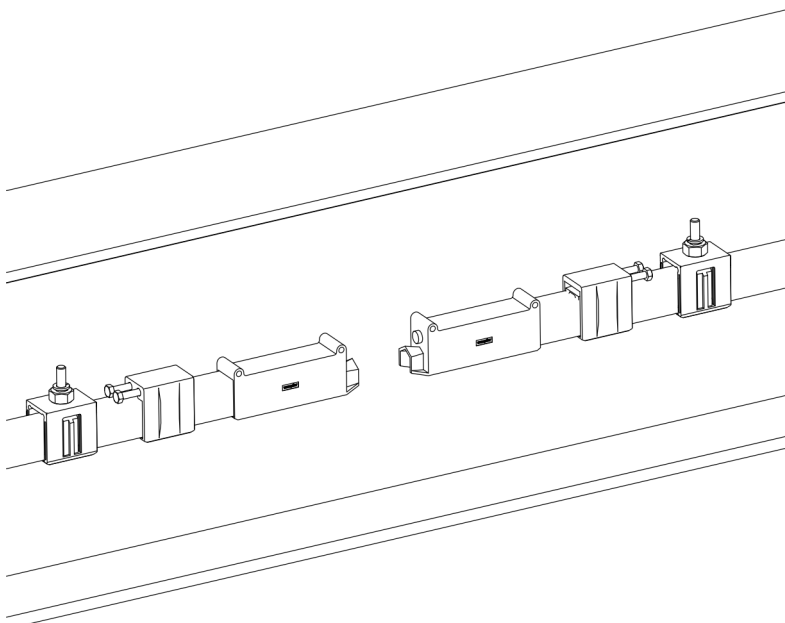

Abb. 92: An beiden Schienenenden sind Schienenhalter, Fixpunkt клемme und Endkappe montiert
- Schienenhalter und Fixpunkt клемme auch am zweiten Schienenende aufschieben und Endkappe montieren (siehe Abb. 92).